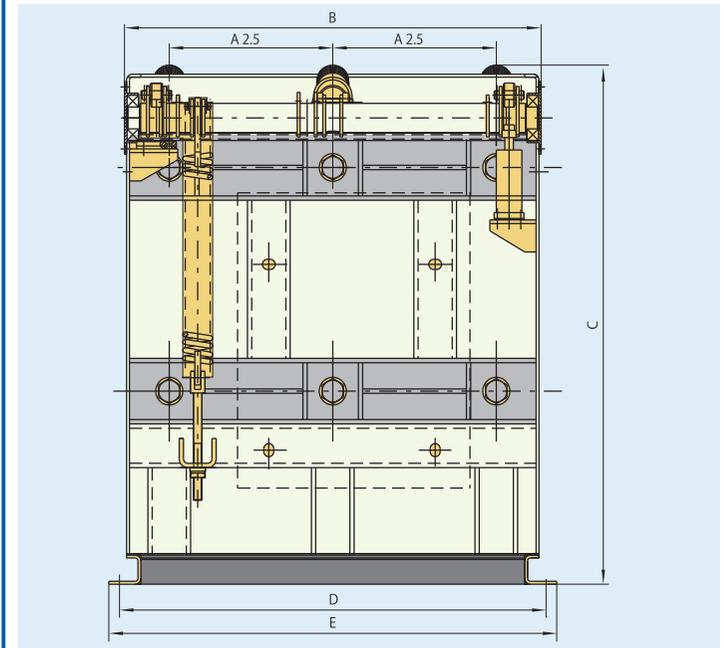

Рис. 5.2 Монтажные размеры выключателя серии ZN28-12
5.2 Монтажные размеры выключателя серии ZN28-12 (см. рис. 5.2, 5.3, 5.4, 5.5)